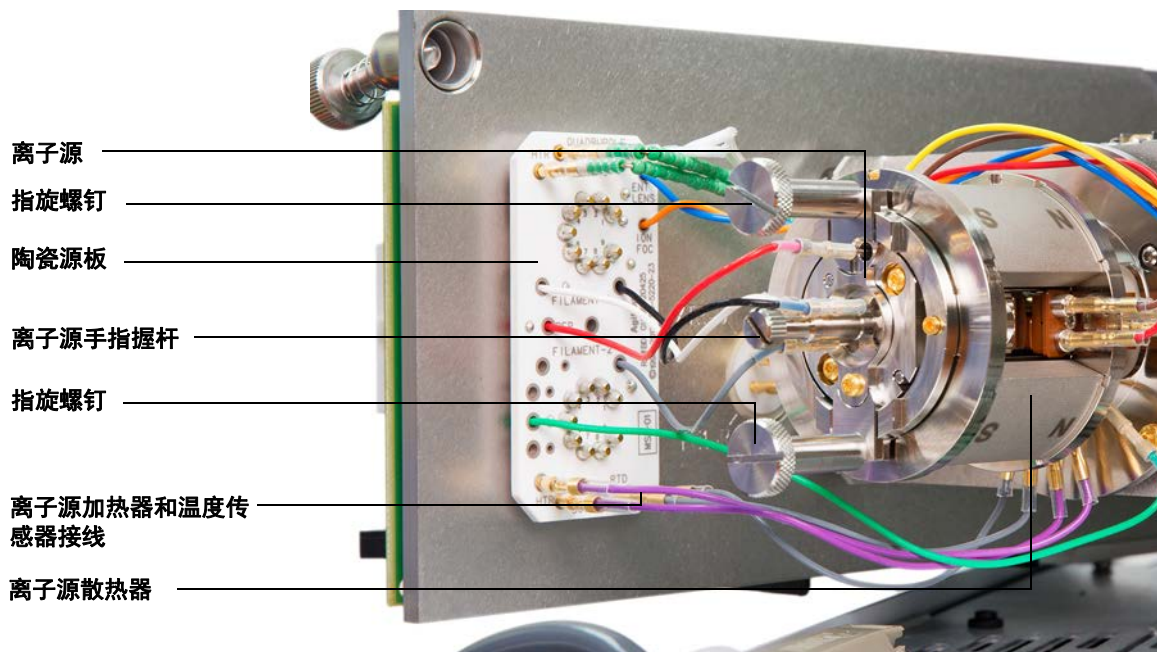

图 35 HES MSD 分析器腔体
- 3 卸下用于固定离子源的两个大型指旋螺钉。（请参阅图 35（第 121 页）。）
- 4 从 EI HES 上断开连接线。（请参阅图 35（第 121 页）。）不要过分弯折这些连接线。（请参阅“断开 / 连接 EI HES 的配线”（第 122 页）。）